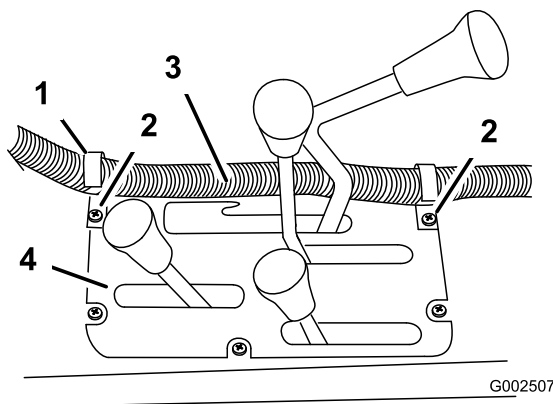
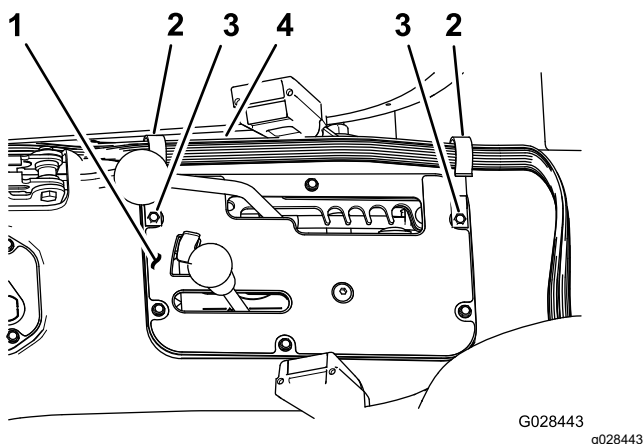

Figure 20
Figure 21
- À l'aide des vis existantes, fixez les 2 clips en J dans la console centrale, aux emplacements indiqués à la Figure 20 ou la Figure 21.